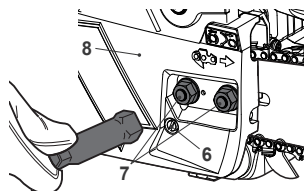

Fig. 11
- > Verrouillez le couvercle [8] en serrant les deux écrous [7] (Fig. 11). Veillez à ce que les deux loquets viennent bien s'insérer dans les rainures.